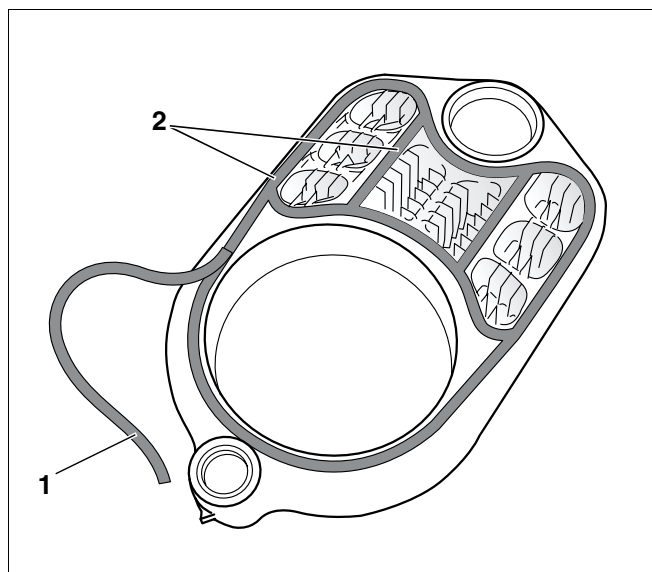

Fig. 14 Poziționarea șnurului de etanșare
- Șnurul de etanșare (Fig. 14, **Poz. 1**) se va derula de pe rola livrată la lungimea necesară.
- La așezarea în nuturile de etanșare, (Fig. 14, **Poz. 2**) șnurul de etanșare (Fig. 14, **Poz. 1**) se va scoate din învelișul de protecție de hârtie.
- Șnurul de etanșare elastic (Fig. 14, **Poz. 1**) se va așeza în nuturile de etanșare ale elementului de cazan, începând cu partea de contact superioară a cazanului (Fig. 14, **Poz. 2**) și se va apăsa ușor. Șnururile de etanșare din locurile de îmbinare se vor suprapune pe 2 cm și se vor apăsa bine între ele.